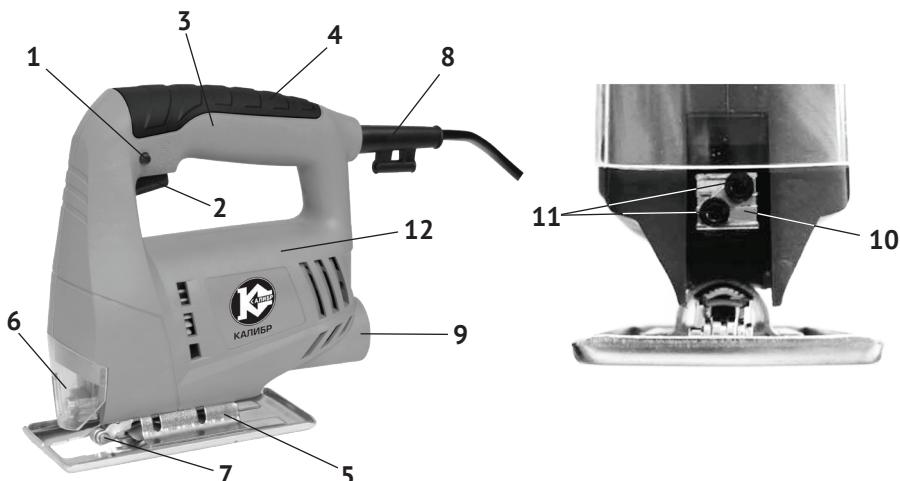

рис. 1
1.6 Общий вид лобзика представлен на рис.1
1.7 Коллекторный двигатель и приводной механизм лобзика расположены в пластиковом корпусе (рис.1 поз.12). Корпус, состоящий из двух половин (правой и левой), выполнен заодно с рукояткой (рис.1 поз.3), расположенной сверху. Крутящий момент с якоря электродвигателя, посредством встроенного механизма преобразуется в возвратно-поступательное движение верхней направляющей штока. На нижней направляющей штока расположен пилкодержатель (рис.1 поз.10), в который крепится пилка.
В нижней части опорной плиты (рис.1 поз.5) находятся два винта (головка - внутренний шестигранник). Ослабив эти винты, устанавливается боковой наклон корпуса лобзика относительно плиты (до 45° вправо или влево).
1.8 Клавиша выключателя (рис.1 поз.2) расположена в нижней части рукоятки. Включение лобзика осуществляется нажатием на клавишу выключателя указательным пальцем. Фиксация клавиши в рабочем положении, осуществляется кнопкой (рис.1 поз.1), расположенной слева на рукоятке. При повторном нажатии на клавишу, кнопка фиксации и клавиша (со щелчком) возвращается в исходное положение - выключено.
Пилки в пилкодержателе (рис.1 поз.10) крепятся двумя винтами (рис.1 поз.11) с шестигранный головкой.
- ослабить шестигранным ключом (входит в комплект поставки) два винта, через вертикальные прорези в защитном кожухе (рис.1 поз.6), с торца лобзика;
- вставить пилку (зубцами вперёд), так чтобы задняя часть полотна попала в паз направляющего ролика (рис.1 поз.7);
- для удаления пыли из зоны резания используйте пылесос, присоединив его к патрубку пылеотвода (рис.1 поз.9), через переходник из комплекта поставки;
- ослабить два винта крепления опорной плиты (рис.1 поз.5) к корпусу (рис.1 поз.12) шестигранным ключом;